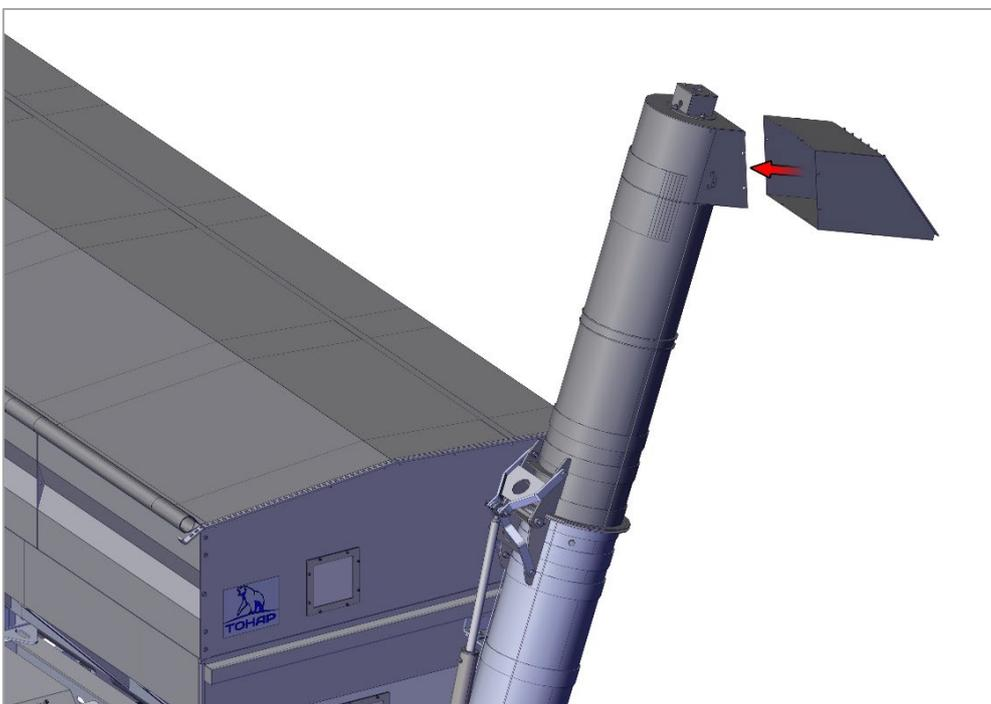

Рис. 32.3 Установка лотка
5. Установить лоток (Рис. 32.3).